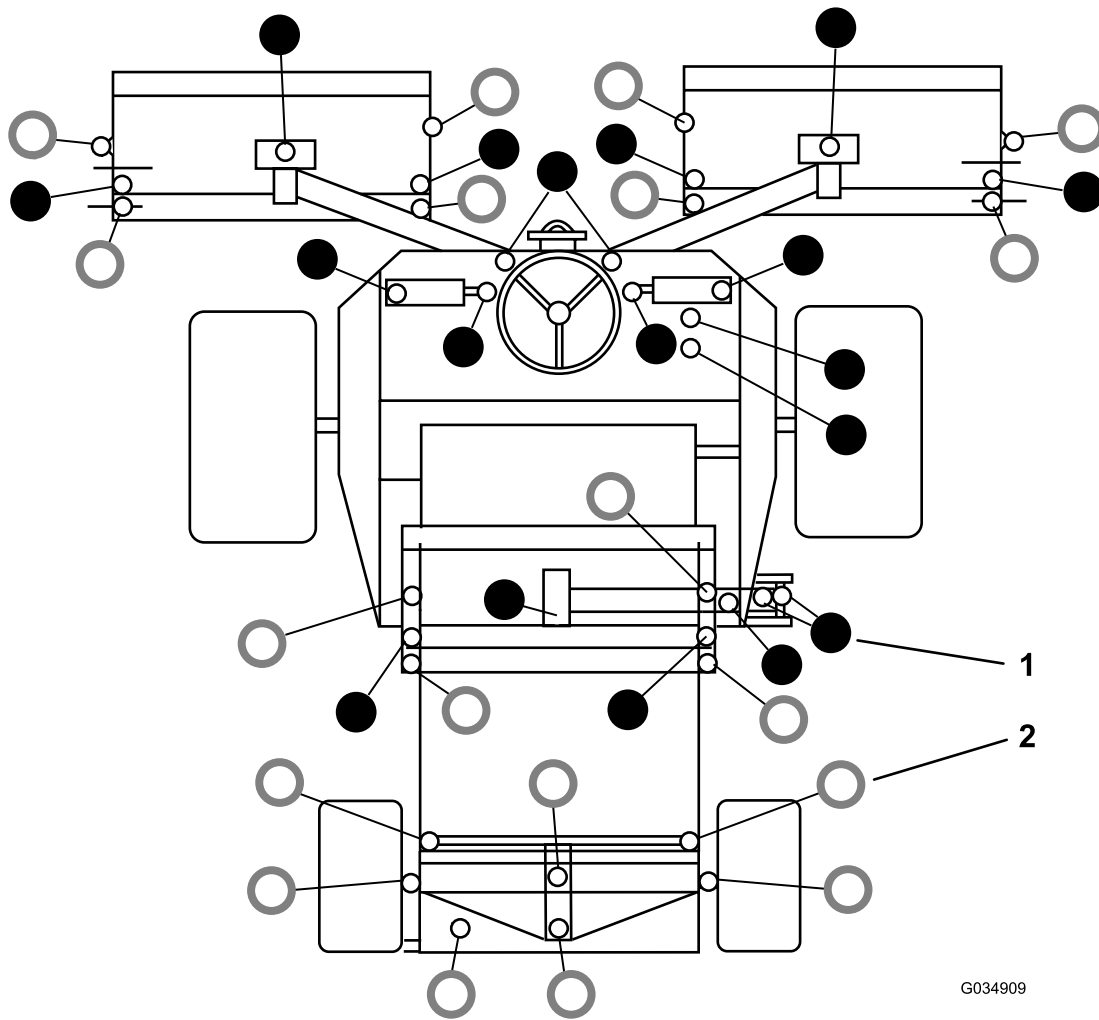

Figura 59
- Fate riferimento a Figura 59 per la posizione dei raccordi di ingrassaggio.